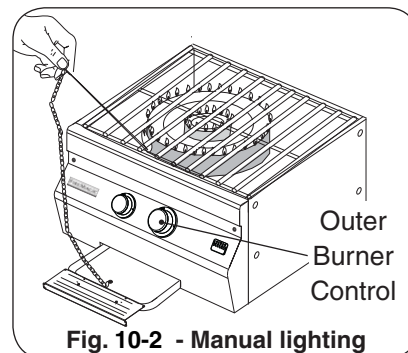

Fig. 10-2 - Manual lighting
**AVERTISSEMENT:** Ne mettez pas la main directement au-dessus du brûleur en s'allumant mais au loin au côté comme montré (Fig. 10-2).
- 2a. Insérez un allumeur brûlant de butane de long-baril, une allumette brûlante de long-tige, ou une allumette brûlante tenue par un support de prolongation de fil par les grilles à cuire au brûleur désiré à allumer (Fig. 10-2). Avec la flamme toujours à côté du brûleur, diminuez le bouton de commande de correspondance (bouton externe de droite de brûleur, brûleur intérieur laissés le bouton), et tout en pressant le tour il dans le sens contraire des aiguilles d'une montre dans la position LÉGÈRE de HI. Enlevez l'allumeur ou assortissez quand le brûleur s'allume, et libérez le bouton de commande.